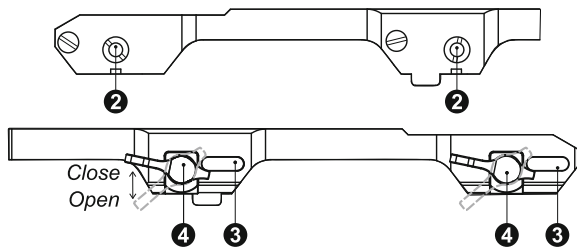

Abb.3
- Drücken Sie die Riegel (3) und bewegen Sie die Klemmen (4) von Position "OPEN" (AUF) zu Position "CLOSE" (ZU) (Abb.3).
- Durch Festziehen der Befestigungsmuttern (2) der Klemmen (4) vergewissern Sie sich, dass die Schiene ordnungsgemäß und ohne Spiel auf der Waffenleiste festgemacht ist.
- Drücken Sie die Riegel (3) und bewegen Sie die Klemmen zu Position „OPEN“; Sie müssen fähig sein das Zielfernrohr mühelos zu entfernen.